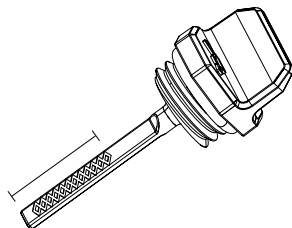

Figure 4-2. Plage de fonctionnement sûr
4. Vissez la jauge dans le col de remplissage d'huile. Retirez la jauge et vérifiez que le niveau d'huile se situe dans la plage permettant un fonctionnement sûr. Voir la Figure 4-2.